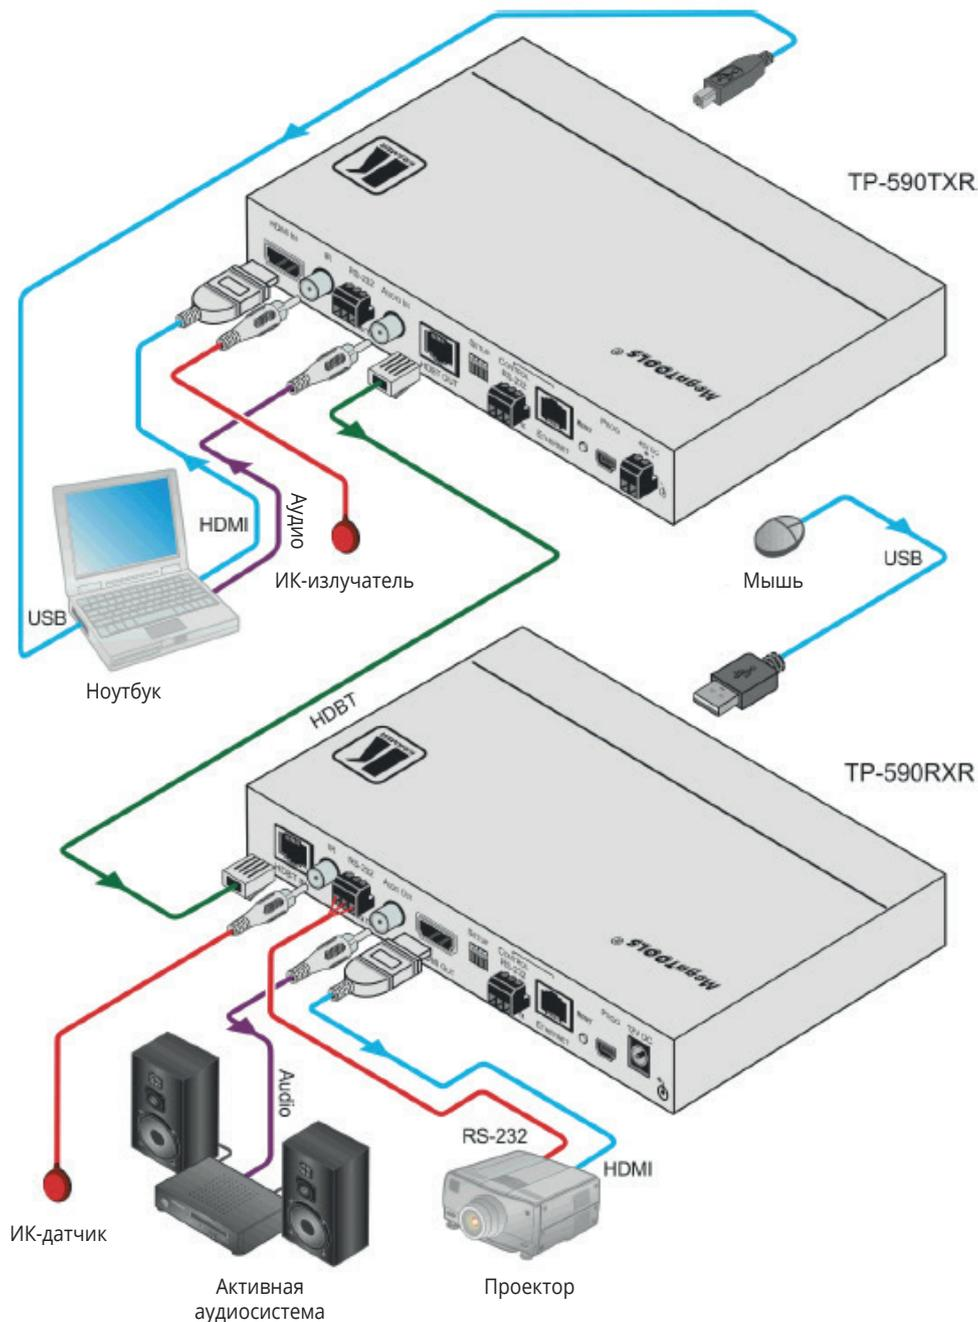

Рис. 3. Схема соединения **TP-590RXR** и **TP-590TXR**
При организации схемы соединения устройств, изображённой на рис. 3, придерживайтесь следующей последовательности действий:
2. Подсоедините контроллер с последовательным интерфейсом RS-232 к 3-х контактному блоку съёмных клемм RS-232 (например, COM-порт ноутбука) для управления проектором (не показано на рис. 3).
7. Подсоедините поставляемый в комплекте адаптер питания к разъёму питания 48 В и включите адаптер в розетку электросети (не показано на рис. 3).
12. Если электропитание не обеспечивается с помощью системы PoE (см. раздел 3.2), подсоедините поставляемый в комплекте сетевой адаптер электропитания и включите его в розетку электросети (не показано на рис. 3).